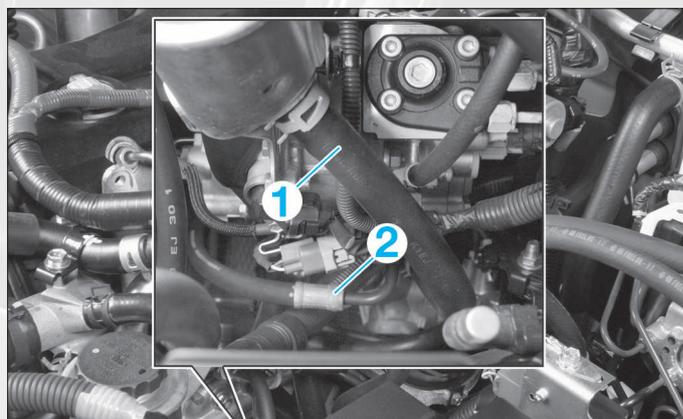

FIG. 14
• Déposer la durit (1) et la canalisation (2) (fig. 14).